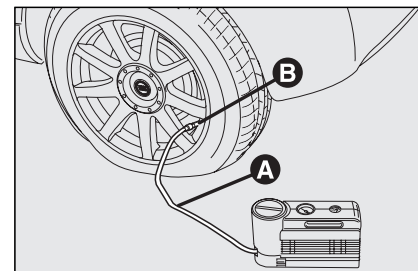

Abb. 3
- ☐ **Die Handbremse anziehen.** Die Ventilkappe des Reifens abschrauben, den Füllschlauch **A**, **Abb. 3** herausziehen, und den Ring **B** auf dem Reifenventil einschrauben;